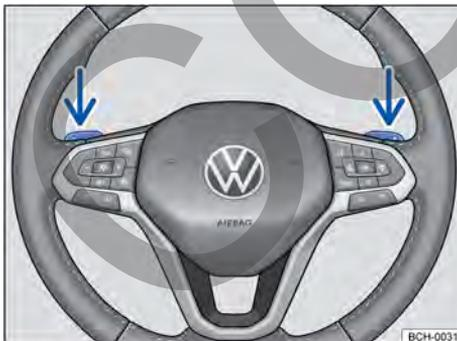

Fig. 91 Volante con selectores basculantes de Tiptronic.
- Presione la palanca selectora basculante derecha → fig. 91 hacia el volante para aumentar la marcha.